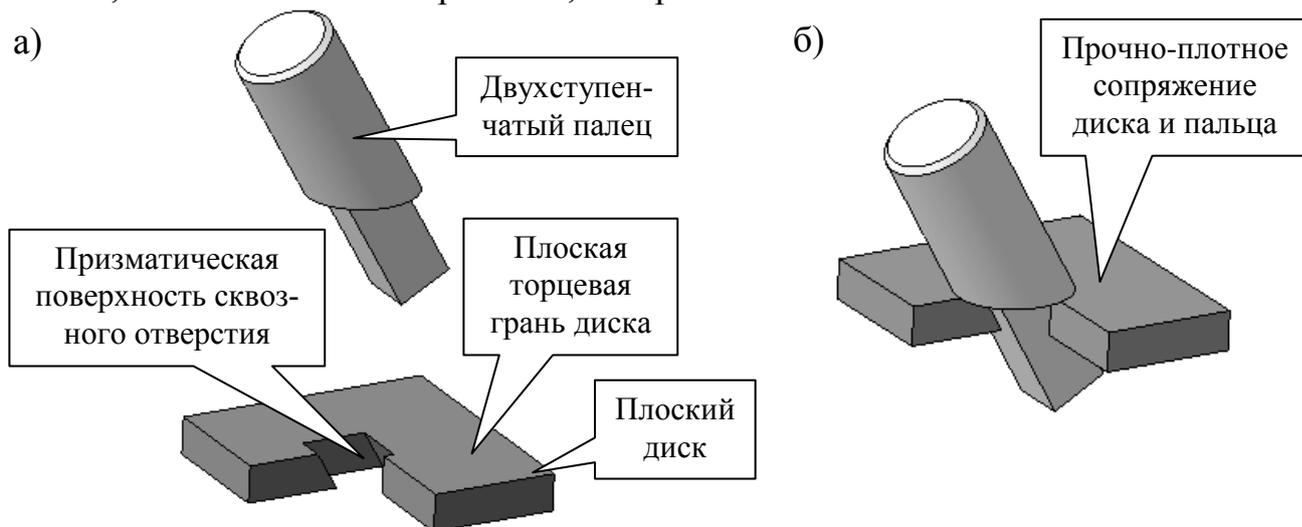

Рис. 17
8. Укажите оптимальную последовательность команд сопряжения, расположенных на одноименной *Панели инструментов*, при помощи которых в системе КОМПАС-3D 9.0, за минимальное количество времени, можно создать в рамках трехмерной модели сборочного узла (см. рис. 17, а) прочно-плотное сопряжение плоского диска и двухступенчатого пальца (см. рис. 17, б) по плоской торцевой грани диска и гладкой призматической поверхности сквозного отверстия в нем?